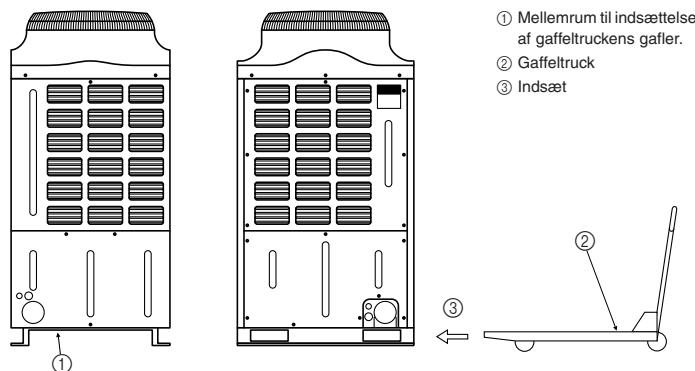

Fig. 3-2
3.2. Transport med gaffeltruck (Fig. 3-2)